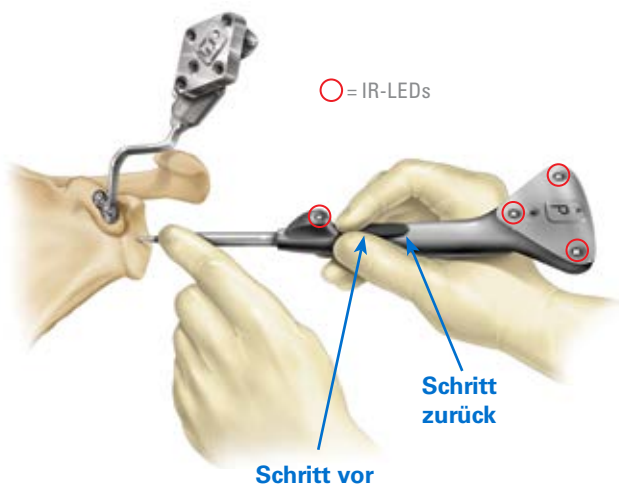

Abbildung 30a
Die Tracker können vor oder nach Auswahl der Patienteninformation gekoppelt werden. Vor Beginn der Registrierung sicherstellen, dass der G-Tracker vollständig auf dem Coracoid-Block aufsitzt. Den Sonden-Tracker (P) mit dem Zeigefinger auf der Weiter-Taste drücken und dabei sicherstellen, dass die IR-LED zwischen der Taste und der Sondenspitze nicht blockiert wird (Abbildung 30a).